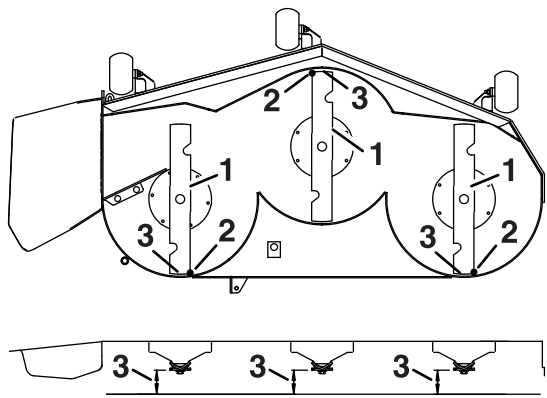

Figure 85
7. Vérifiez l'inclinaison avant/arrière des lames (Figure 85). Vérifiez que la pointe avant de la lame est plus basse que la pointe arrière, comme montré dans le tableau de hauteur de cale et d'inclinaison. Si un réglage est nécessaire, poursuivez cette procédure.